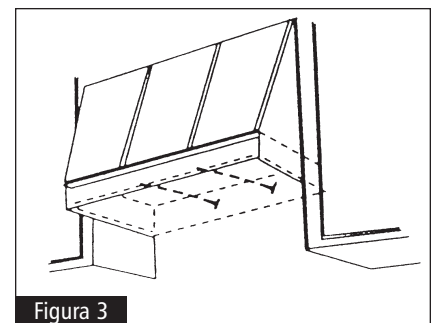

Figura 3
- 5** Si desea asegurar el revestimiento a la campana, perforo tres agujeros guía de 3/32" de diámetro en el marco de la campana atravesando el frente del revestimiento. Fije el revestimiento con tres tornillos de madera n.º 8 x 3/8". Vea la figura 3.